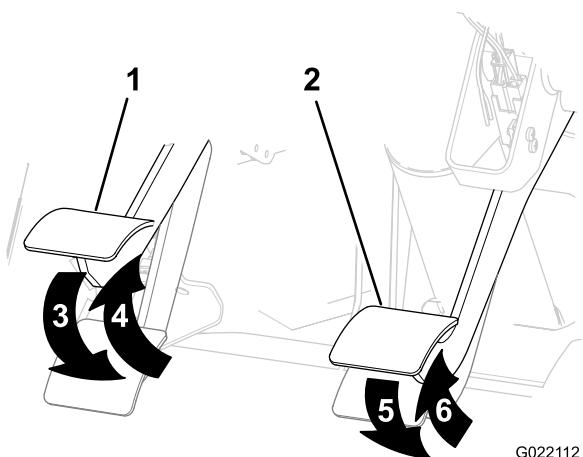

Figura 18
- A. Carregue no pedal da embraiagem (Figura 18).
- B. Solte o pedal de embraiagem (Figura 18).
- A. Carregue no pedal do travão (Figura 18).
- B. Solte o pedal do travão (Figura 18).